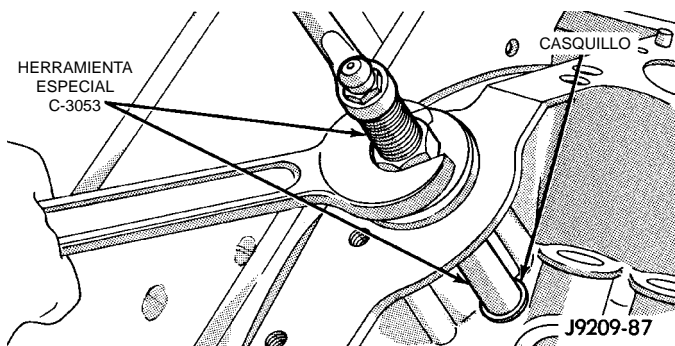

Fig. 35 Bruñido del casquillo del eje de transmisión del distribuidor
(3) Al extraer el bruñidor a través del casquillo, la herramienta lo expande hasta afirmarlo en el bloque y lo pule hasta que alcance el tamaño correcto (Fig. 35). **NO escarie este casquillo.**